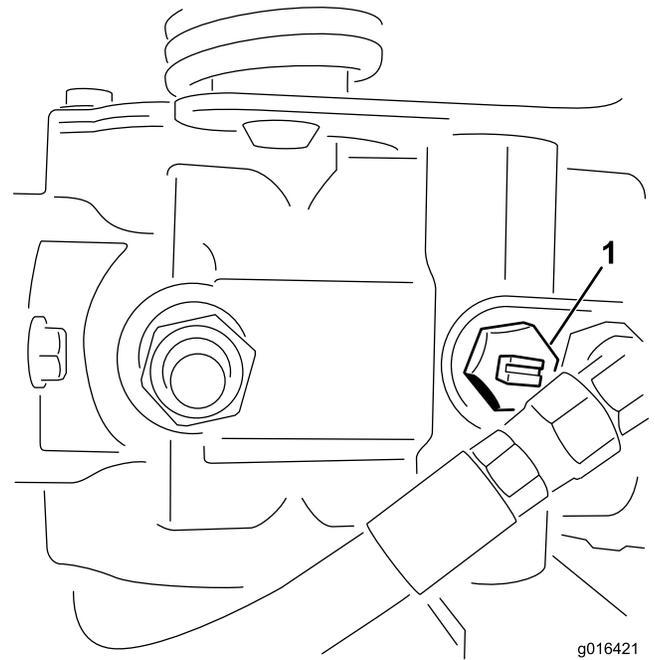

図 32
- エンジンを始動する前に、必ずバイパスバルブを閉じる(溝が横向きになる)(図 32)。
- 油圧ポンプについているバイパスバルブ(図 32)の溝が「縦」になるようにバルブを回転させる。